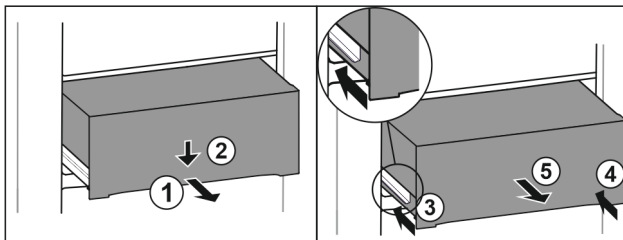

Fig. 129
- ▶ Schubfach halb herausziehen. Fig. 129 (1)
- ▶ Schubfach an der Vorderseite nach unten drücken. Fig. 129 (2)
- ▶ Linke Schiene etwa 2 cm einschieben. Fig. 129 (3)
- ▶ Rechte Schiene etwa 2 cm einschieben. Fig. 129 (4)
- ▶ Schubfach nach vorne entnehmen. Fig. 129 (5)